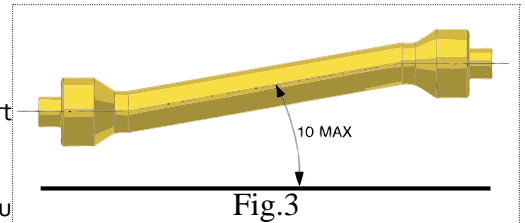

Fig.3
- Débrayez la prise de force quand l'arbre à cardans forme un angle trop ouvert (jamais au-delà des **10** degrés, Fig. 3) et quand elle n'est pas utilisée.